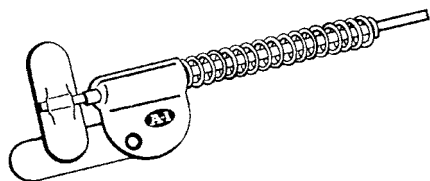

Рис. 5.21. Приспособление, предназначенное для проворачивания личины заклинивших механизмов (С разрешения компании A-1 Security Manufacturing Corp.)
- ☐ Устройство для проворачивания личины (рис. 5.21)